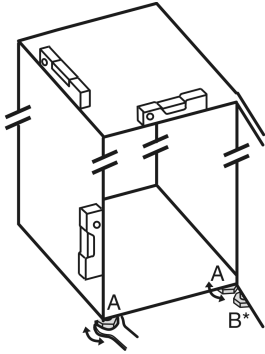

Fig. 5
- ▶ Развивайте регулируемите крачета Fig. 5 (A) с приложения гаечен ключ и с помощта на нивелир, докато уредът се изравни стабилно и хоризонтално.
- ▶ Развийте регулируемото краче Fig. 5 (B) на лагерната стойка с приложения гаечен ключ, докато то опре върху пода.
- ▶ Завъртете регулируемото краче Fig. 5 (B) с още 90°.